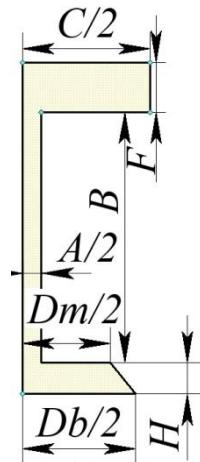

Рис. 3.5 – 3D профиль клапана
3.3.4 Создайте «3D деталь» и сохраните её в рабочую папку, например, как «лр3 Клапан». Начертите на рабочей плоскости «Вид слева» 3D профиль тела клапана, как показано на рис. 3.5.